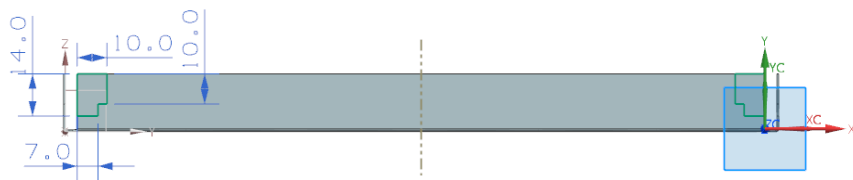

图 2-44 绘制草图
(4) 在“法向除料”对话框中,单击<确定>按钮,进入草图设计环境,绘制如图 2-44 所示的草图。单击“完成”图标,草图绘制完毕。